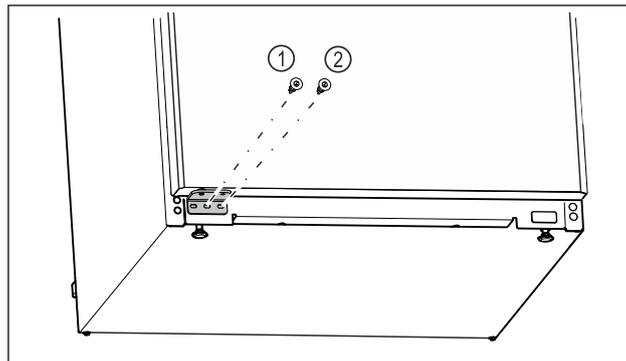

Fig. 21
- ▶ Apretar el tornillo central del soporte del cojinete Fig. 21 (1) con un destornillador Torx 20.
- ▶ Apretar el tornillo interior del soporte del cojinete Fig. 21 (2) con un destornillador Torx 20.